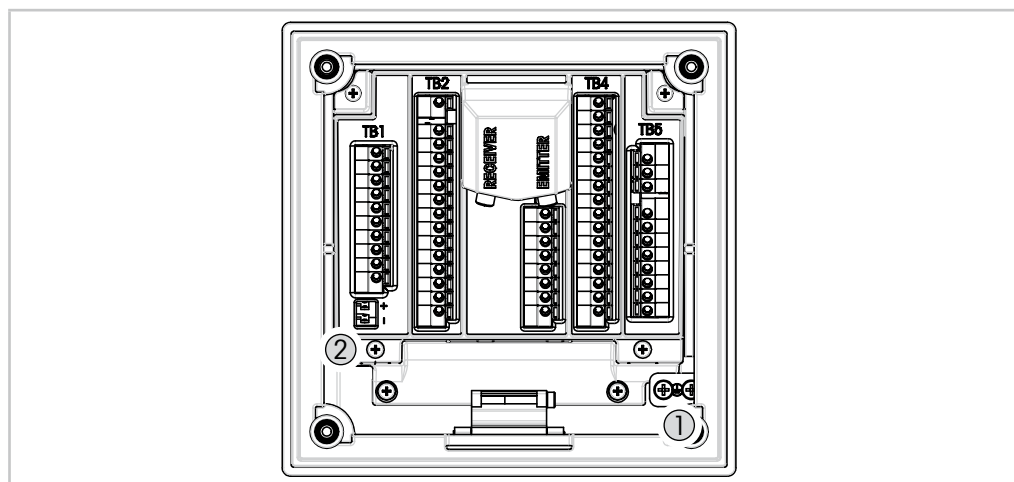

図12: PE端子と内部グランド線への保護アースの接続
3. ステンレススチールバージョン用: 31ページの図12に従って、保護アースをPE端子に接続します。PE線の断面積は0.8 mm2 (18 AWG) 以上にする必要があります。
ステンレススチールバージョン用: 31ページの図12に従って、保護アースをPE端子に接
ステンレススチールバージョン用: 31ページの図12に従って、保護アースをPE端子に接続します。